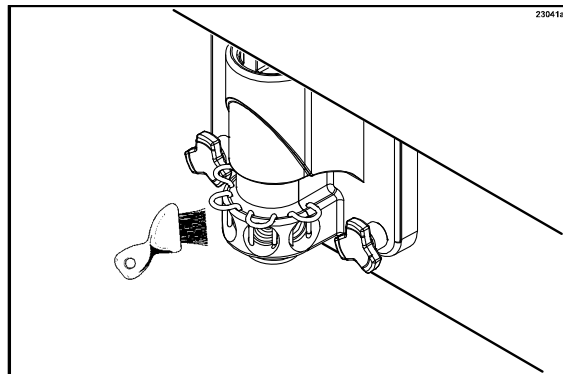

Рисунок 56
11. Используя щетку для отверстий сиропа, очистите щеткой каждое отверстие сиропа 10 - 15 раз. Погружайте щетку в моющий раствор, перед очисткой каждого отверстия. (См. рис. 56)